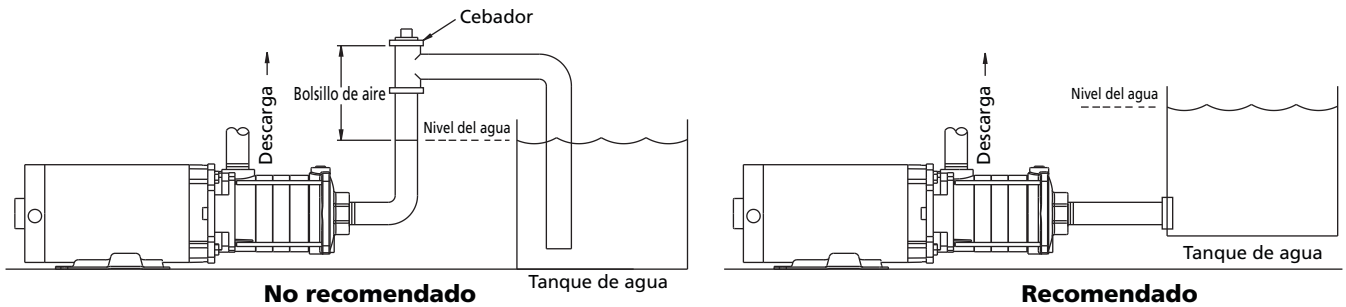

Figura 3
- b. Usando dos (2) destornilladores, saque el sello de cerámica y junta de goma de la cavidad en el adaptador de la bomba. Vea la figura 3.